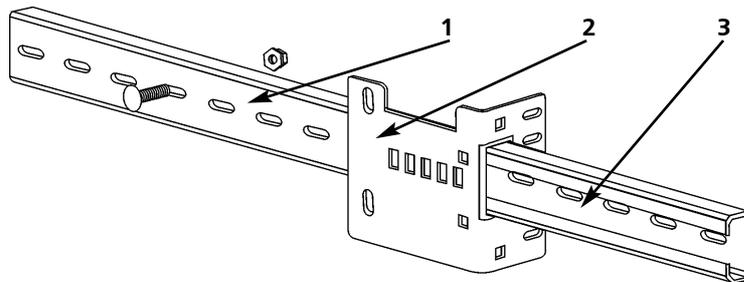

Рис. 28. Установка монтажного профиля с упором в стену помещения
- Перед закреплением перемычки **1** к горизонтальным направляющим в нее завести с обеих сторон монтажный профиль **3** (рис. 28).